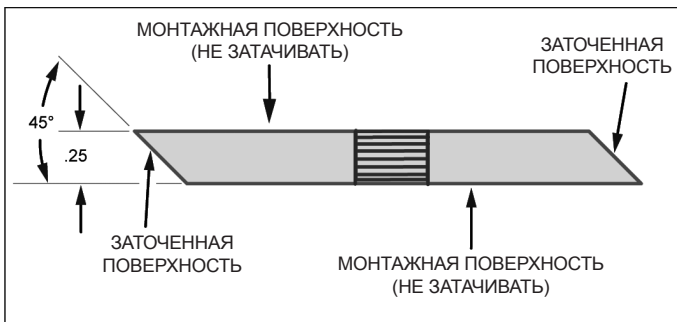

Рис. 5.3. Заточка лезвий
2. Заточка угловой кромки измельчающих лезвий составляет 45 градусов (рис. 5.3). Имеется различная оснастка для удерживания лезвия под нужным углом при заточке.